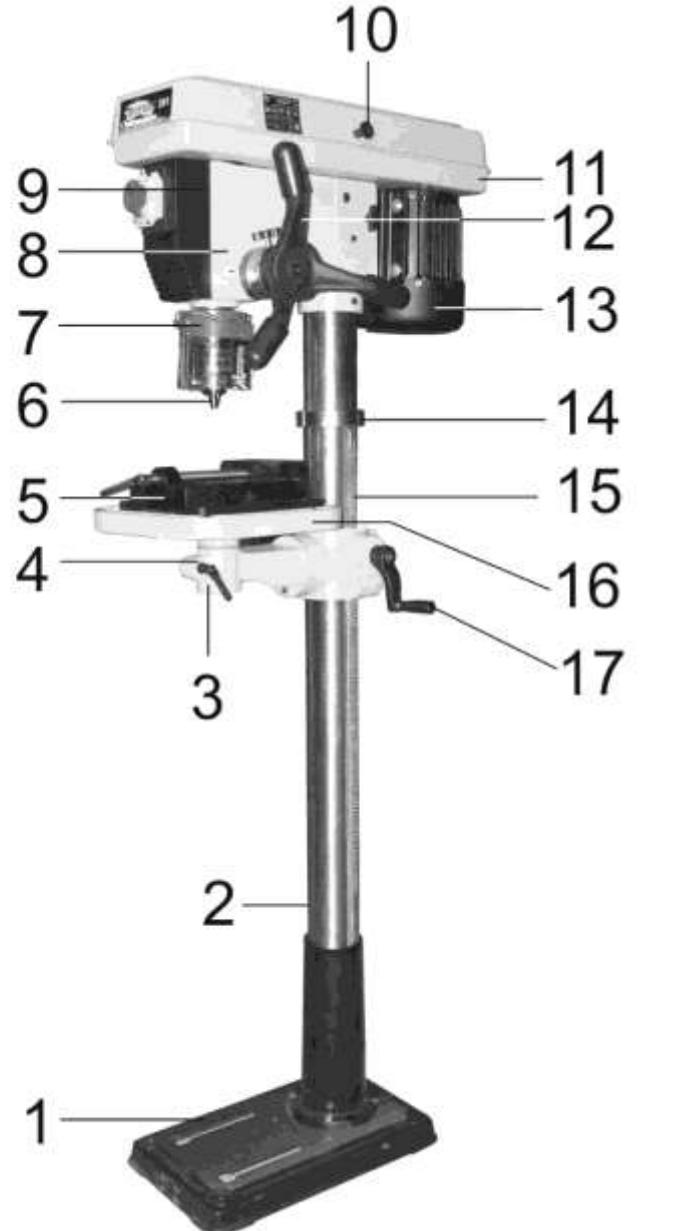
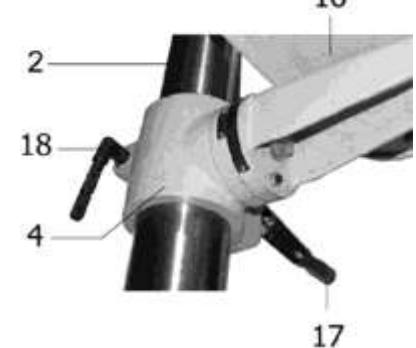
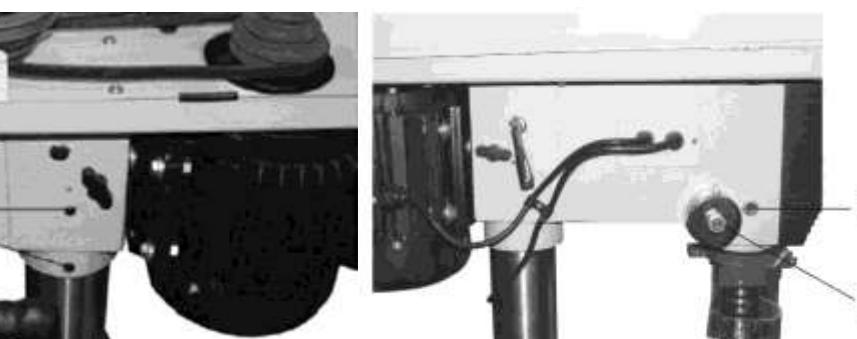
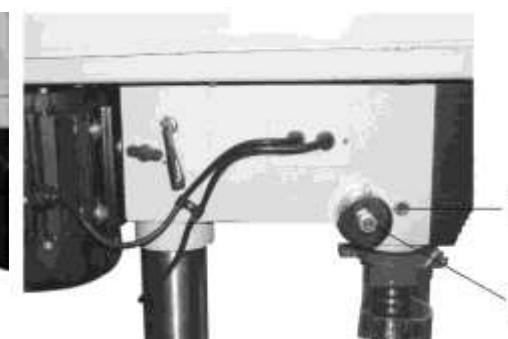

Рис.2
Рис. 3
Рис. 4
Рис. 5
- 6.1. Станок сверлильный вертикальный состоит из следующих сборочных единиц и деталей, Рис.2:
- трещины металлоконструкции шпиндельной головки (8), Рис. 2;
При использовании станка, его необходимо закрепить на ровной поверхности пола при помощи четырех анкерных соединений (не комплектуются) через отверстия в основании (1), Рис.2. Обязательно используйте при креплении плоскую и пружинную шайбы на каждый болт (не комплектуется).
9.1. Установите на ровную прочную поверхность пола основание (1) станка, Рис.2.
9.2. Установите на основание (1) колонну (2), Рис.2 и закрепите ее четырьмя прилагаемыми болтами (D), Рис.1 .
9.3. Демонтируйте стопорное кольцо (14) и кремалььерную рейку (15) с колонны (2), Рис.2.
9.4. Установите червячный вал (R), Рис.1, в посадочное место опоры (4), Рис.2.(если он уже не был установлен при поставке). Затем установите на колонну (2) опору (4) совместно с кремалььерной рейкой (15), обеспечив ее зацепление с червячным валом опоры (4), Рис.2. Зафиксируйте положение кремалььерной рейки (15) стопорным кольцом (14), затянув на стопорном кольце (14) винт с шестигранной головкой, Рис.2.
9.5. Установите на хвостовик червячного вала опоры (4) ручку (17) и зафиксируйте ее положение имеющимся в ней винтом с шестигранной головкой, Рис.2 .
9.6. Установите на опоре (4) ручку (18), Рис.3, для надежной фиксации положения опоры на колонне (2), Рис.2.
9.7. Установите рабочий стол (16) на опору (4) и закрепите его положение ручкой фиксации (3), Рис.2.
9.8. Аккуратно установите на колонну (2) шпиндельную головку станка (8), Рис.2, предварительно ослабив винты фиксации (19), Рис.4 . Поворачивая шпиндельную головку (8) на колонне (2), Рис.2, убедитесь, что она села до упора. Затяните винты фиксации (19), Рис.4 .
9.10. Установите сверлильный патрон (6), Рис.2, на дюрн (I), Рис.1 (предварительно необходимо удалить с его поверхности смазку, а также очистить от смазки внутреннюю посадочную поверхность сверлильного патрона (6), Рис.2). Закрепите сверлильный патрон (6), Рис.2 , в сборе с дюрном (I), Рис.1, на шпинделе легким ударом через деревянный бруск. Кулачки сверлильного патрона (6), Рис.2, при этом должны быть сведены.
9.11.Установите защитный экран (7) на посадочное место в шпиндельной головке (8), как показано на рисунке, Рис.2.
9.12. Установите и закрепите ручку (10) на защитном кожухе ременной передачи (11), Рис.2.
9.13. Установите на рабочий стол (16) тиски (5) и зафиксируйте их положение специальными болтами, Рис.2, (не комплектуются).
9.14. Проверьте наличие поперечного люфта шпинделя, покачав за сверлильный патрон (6), Рис.2. Если люфт ощущим, его можно минимизировать, проворачивая по часовой стрелке винт (20), Рис.5, предварительно отпустив контрящую гайку; по завершению регулировки вновь затяните ее контрящую гайку. Помните, затягивая винт (20), Рис.5, вы прижимаете шпиндель. Усилия возвратной пружины может оказаться недостаточным для автоматического подъема шпинделя в исходное положение.
9.15. Регулировка усилия возвратной пружины шпинделя осуществляется вращением регулировочного болта (21), Рис.5.
10.2. Перед тем как включить станок проверьте, закрыта ли крышка (33) кожуха ременной передачи (11), Рис.8. Ключ к сверлильному патрону (P), Рис.1, не должен оставаться в сверлильном патроне (6), Рис.2. Режущий инструмент в сверлильном патроне (6) должен быть хорошо зажат. Если режущий инструмент не установлен, то кулачки сверлильного патрона (6) должны быть сведены, Рис.2.
10.5. Установка высоты рабочего стола (16) задается ручкой (17) и фиксируется ручкой (18), Рис.3.